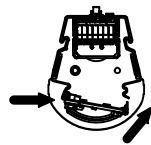

FIGURE 3: CONSEIL CARRIER
- 6) Fixer carte LED support en alignant les vis en pension LED support avec des encoches dans le logement. Puis carte de pivot transporteur jusqu'au côté opposé enclenche comme le montre la Figure 3, en veillant à ce qu'aucun fil ne soit pincé.